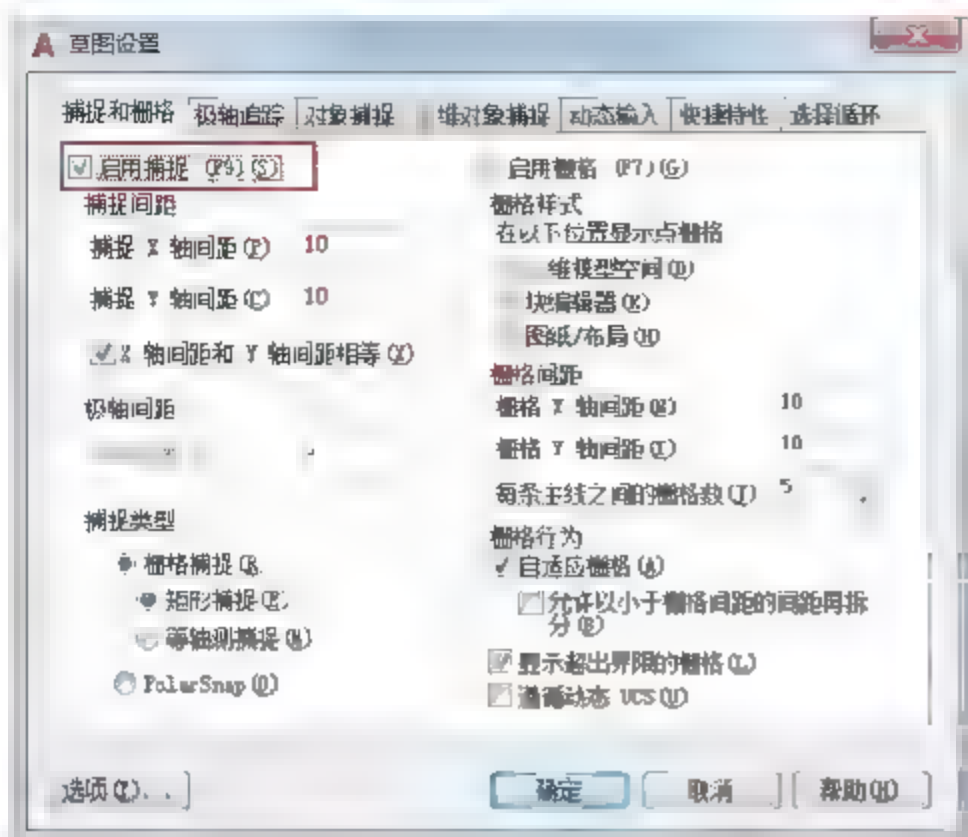

图2-77 启用【捕捉】功能
- 对话框: 在【草图设置】对话框中勾选【启用捕捉】复选框, 如图2-77所示。